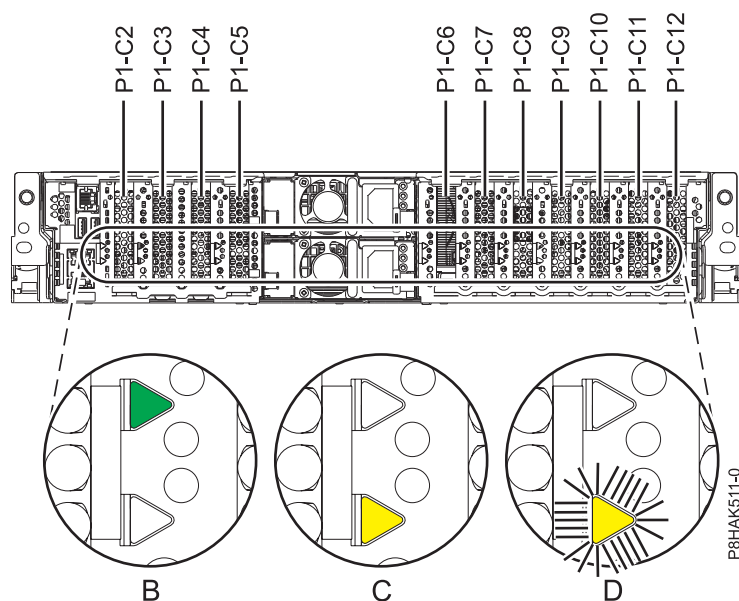

図 32. 5148-21L、5148-22L、 8247-21L、8247-22L、8284-21A、または 8284-22A システムの PCIe アダプター・スロットの位置および LED の位置
障害が発生した PCIe アダプターを保守する場合は、障害が発生した PCIe アダプターの、明滅しているオレンジ色の LED (障害が発生した部品を識別するステップで、明滅するよう設定したもの) を見つけます。LED の状態については、57 ページの図 32 を参照してください。57 ページの図 32 の (D) に示されているように、障害のある PCIe アダプターのオレンジ色の LED は明滅になっていることに注意してください。
重要: PCIe アダプターが正常に作動している場合、57 ページの図 32 の (B) に示されているように、活動 LED はオン (緑色) でオレンジ色のエラー LED はオフです。動作中の PCIe アダプターを取り外そうとはなりません。